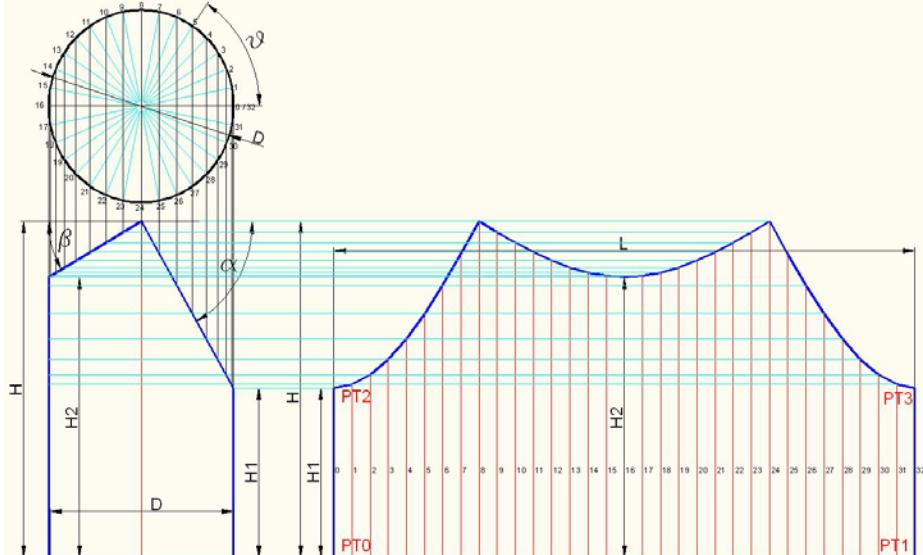

Figura 4.3.3
- ϑ parametru unghiular pentru care se calculează coordonatele desfășurării, este definit prin relația 4.3.5, figura 4.3.3;
- X_i reprezintă abscisa desfășurării, iar Y_i reprezintă ordonata desfășurării, coordonatele (X, Y) fiind considerate în raport cu originea sistemului de referință plasat în colțul stânga jos a desfășurării, figura 4.3.3.